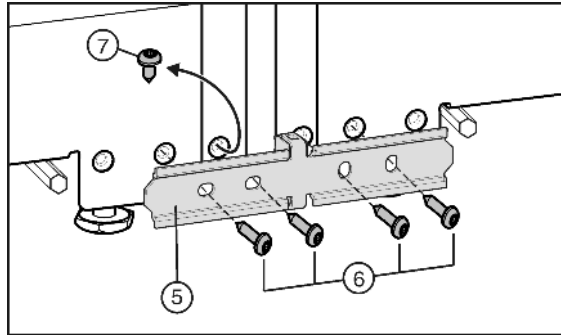

Fig. 6
▶ 若设备已随附预装的螺栓 Fig. 6 (7)：旋出螺栓。
▶ 在一台设备上用两个螺栓 Fig. 6 (6) 松动固定连接板 Fig. 6 (5)。